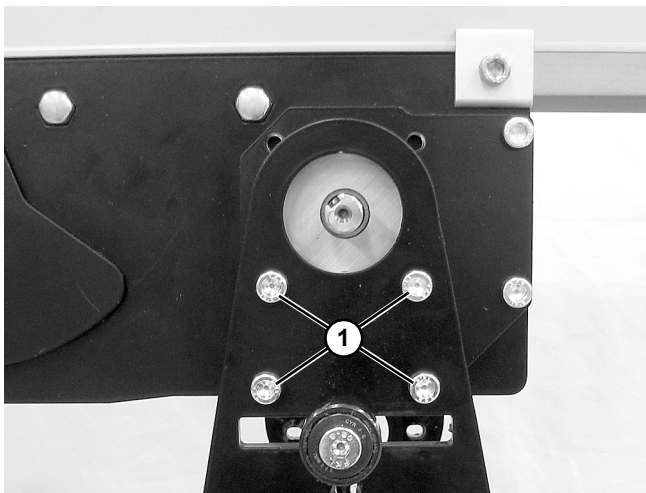

Figura 48
3. Remover los tornillos de montaje (Figura 48, parte 1) y quitar el motorreductor.